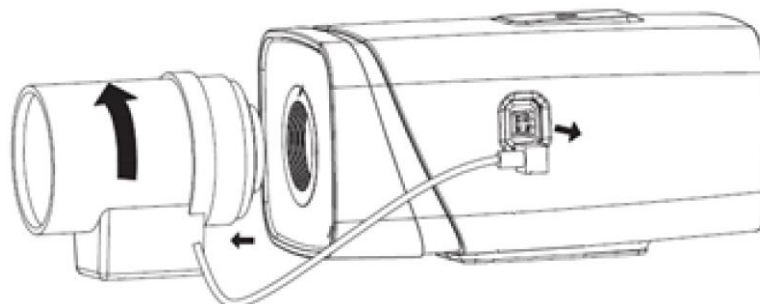

Рисунок 6.1 – Отсоединение объектива
1. Поверните объектив против часовой стрелки и отсоедините его от камеры (Рисунок 6.1).
2. Отсоедините кабель автоматической регулировки диафрагмы, если он конструктивно присутствует (Рисунок 6.1).